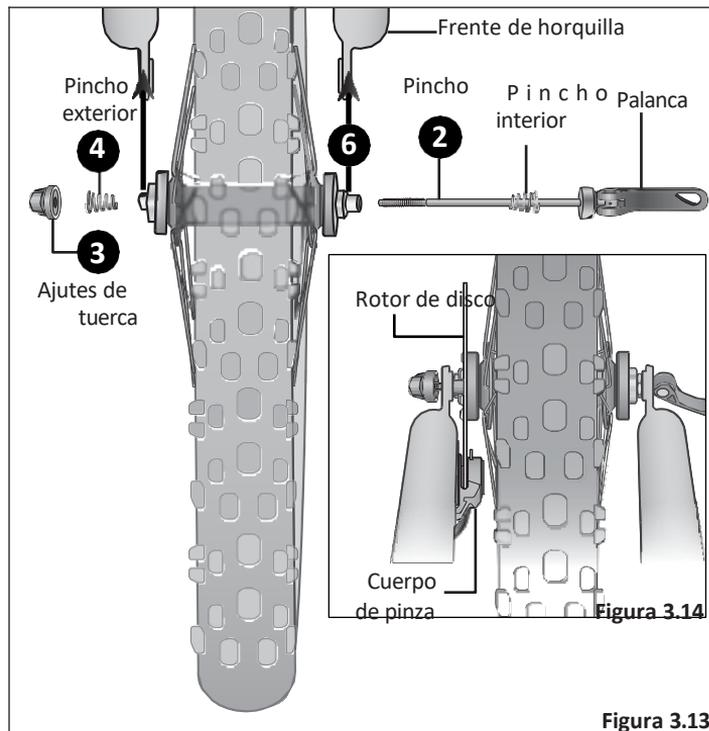

Figura 3.13
- 2 Localice el pincho en la caja de piezas pequeñas de su bicicleta. **Figura 3.13**